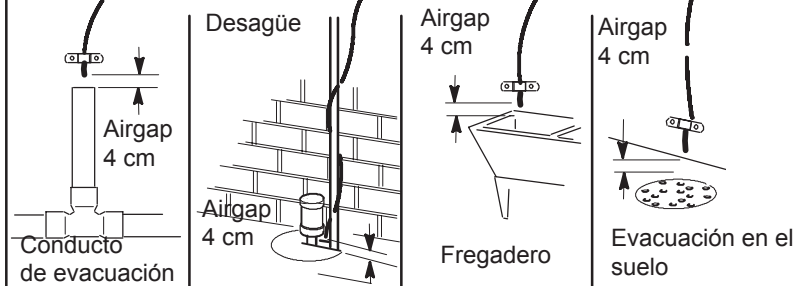

FIG. 9
Dirigir el tubo de evacuación hacia un punto de evacuación existente. Una evacuación en el suelo, un fregadero de lavadero, un conducto de evacuación, etc. son puntos de evacuación indicados. Cf Fig. 9.
4. Dirigir el tubo hacia el punto de evacuación y securizar su instalación con ayuda de una abrazadera de apriete (no incluida), Cf Fig. 9. dejar un espacio de 4 cm entre el extremo del tubo y la evacuación. Cf Fig. 9.